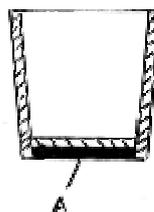

Abb. 14:
- Das Eindrücken des Bodens mit Einlegen einer Abstandsplatte (Abb. 14).